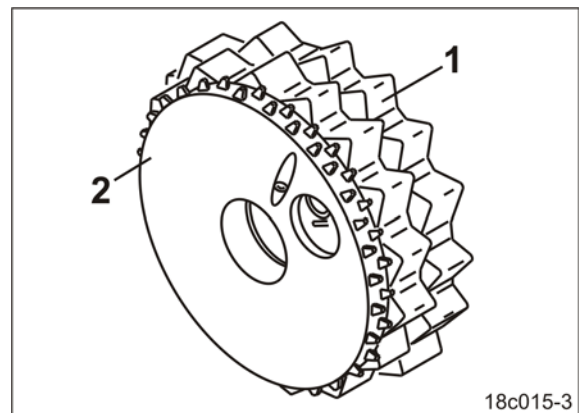

Fig. 45
- Normalsärad (Fig. 45/1) und
- Feinsärad (Fig. 45/2).